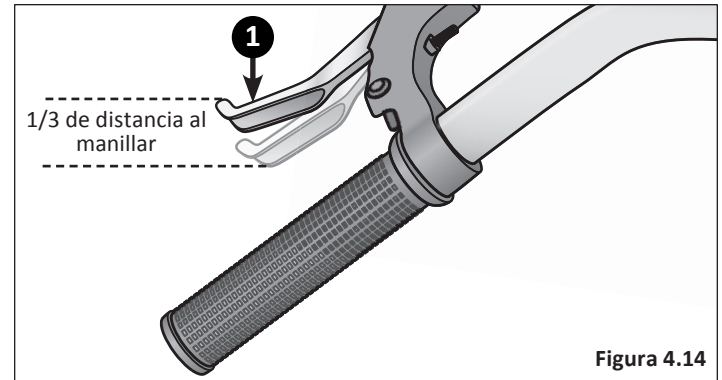

Figura 4.14
- 1 Después de ajustar el freno, apriete la maneta de freno tan fuerte como pueda varias veces y vuelva a inspeccionar las zapatas del freno, el centrado y el recorrido de la maneta de freno. Si las zapatas del freno ya no están a escuadra con el rin, repita los ajustes de la zapata de freno. **Figura 4.14**